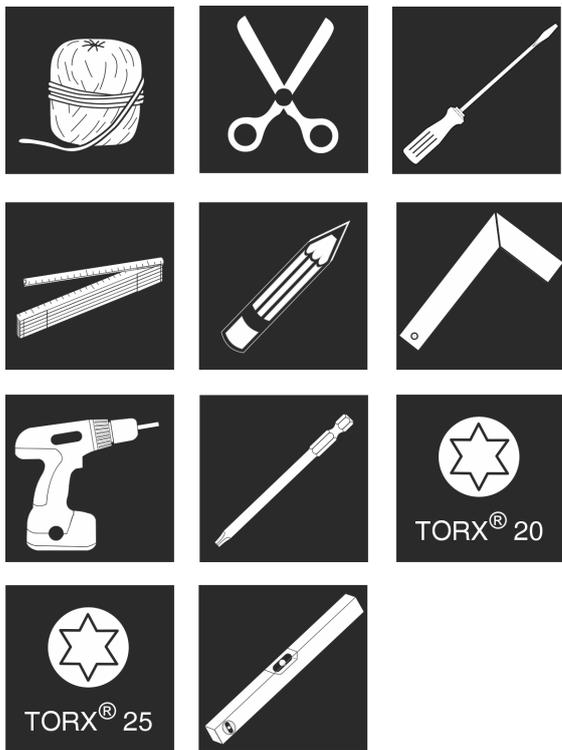

Fig. 9
1. Klargjør verktøy. *Fig. 9 ()*